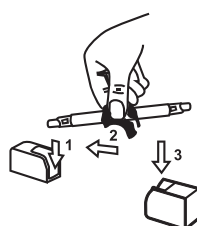

Fig.2
- Placez la nouvelle lampe comme indiqué à la figure 2. Pour assurer la longue durée de vie de la lampe tubulaire, ne la touchez pas avec les doigts. Si par accident vous touchez le tubulaire, nettoyez-le avec de l'alcool.